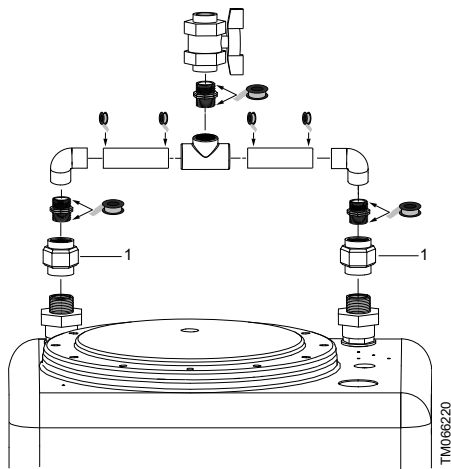

Fig. 18 DUOLIFT CC, KP*
2. Raccorder la tuyauterie de refoulement au réservoir en serrant les deux écrous unions sur les sorties du réservoir. Voir pos. 1 aux figures 18 et 20.